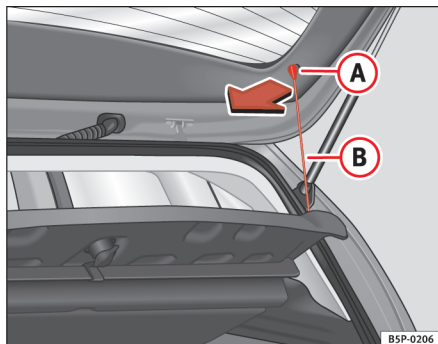

Fig. 124 Bagagerumsafdækning
- Hægt stropperne ⇒ fig. 124 **B** af holderne **A**.